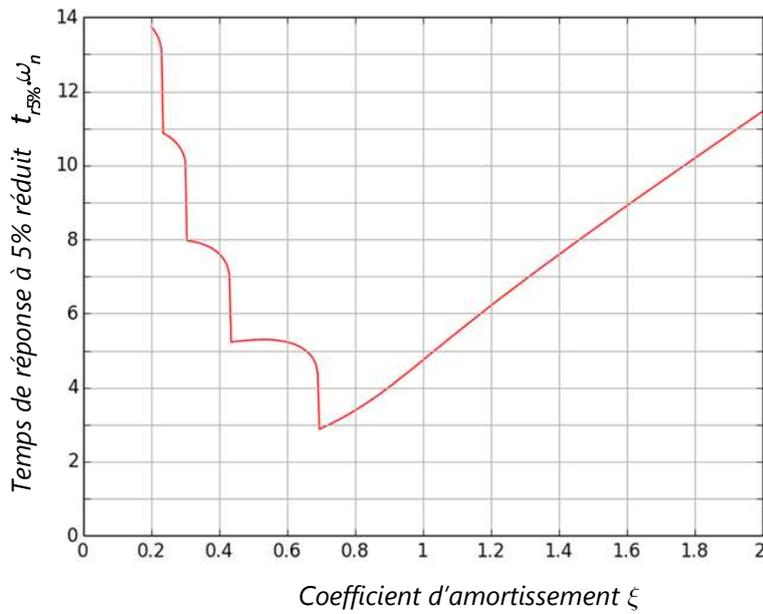

Figure 16 : Abaque du temps de réponse d'un système de second ordre
- b) En faisant usage de l'abaque du temps de réponse donné sur la figure 16 (voir page 17), déterminer le temps de réponse  $tr_{5\%}$ .
- c) En faisant usage de l'abaque de la figure 16, donner le temps de réponse  $tr_{5\%}$  pour  $K_c = K_{c1}$ .